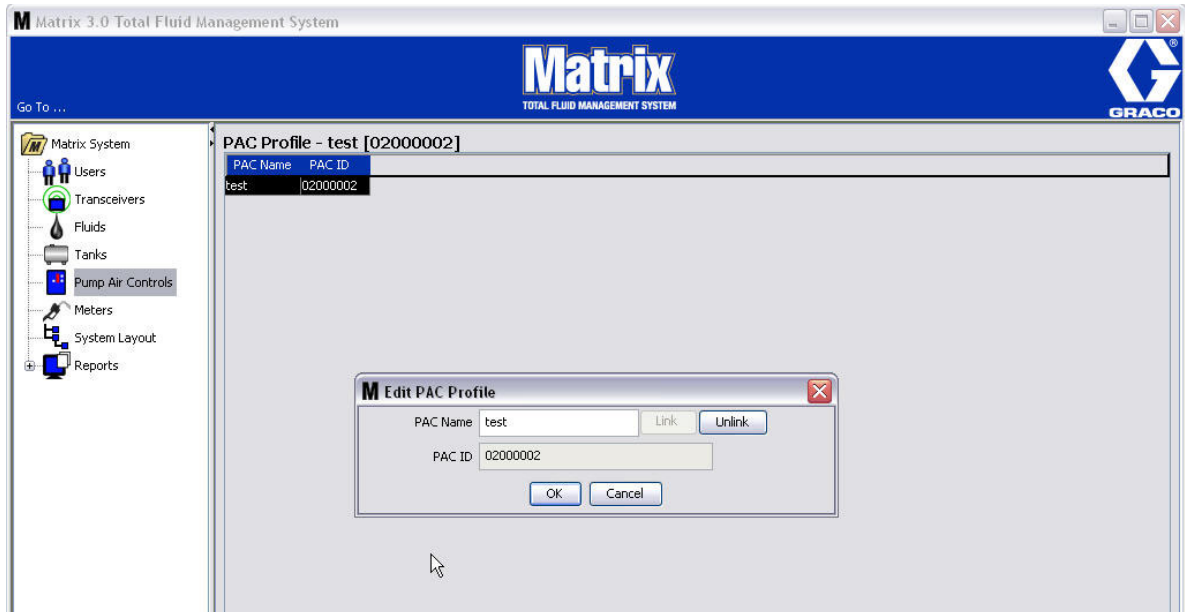

FIG. 84
8. Aparecerá la casilla Editar perfil de PAC representada en la FIG. 84. Para cambiar el nombre del PAC, introduzca un nuevo nombre en el cuadro Nombre de PAC y haga clic en Aceptar para cerrar la pantalla y guardar los cambios.